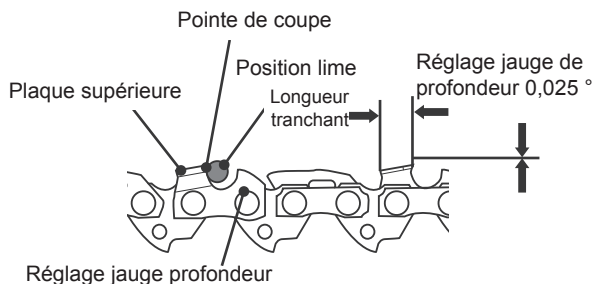

Fig. 50
- > Utiliser un instrument de mesure de la profondeur pour vérifier la hauteur de la profondeur. Des gabarits sont vendus par les principaux fabricants du secteur (Fig. 50).